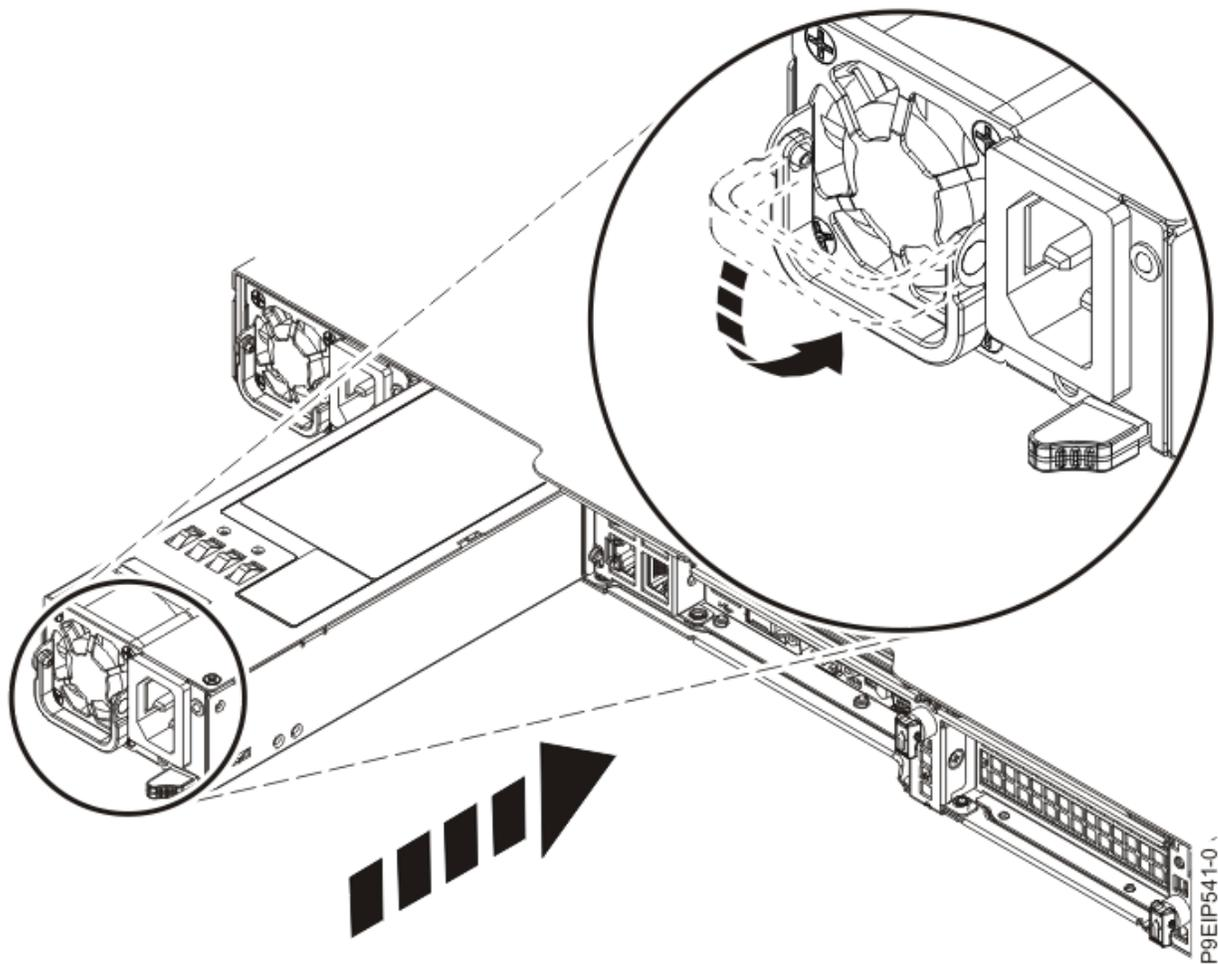

Figura 28. Sustitución de una fuente de alimentación en el sistema
2. Alinee la fuente de alimentación con la bahía, como se muestra en la Figura 28 en la página 32. El ventilador está a la izquierda y el enchufe a la derecha. Deslice la fuente de alimentación en el sistema hasta que el pestillo encaje en su sitio.